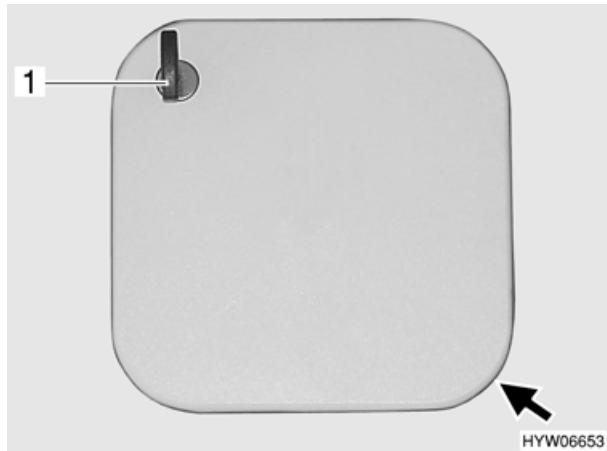

Bild 23 Klappenschloss (Variante 2)
- Schlüssel in Schließzylinder (Bild 23,1) stecken.